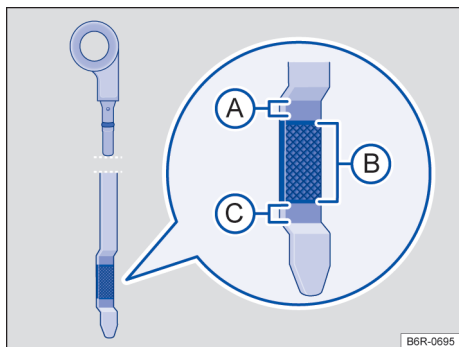
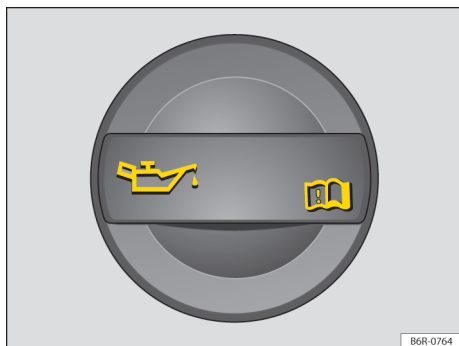

Fig. 129 Vareta de medição do óleo com marcas de nível do óleo do motor.
Fig. 130 No compartimento do motor: tampa da abertura para enchimento de óleo do motor.
4. Identificar a abertura para enchimento de óleo do motor e a vareta de medição do óleo. A abertura para enchimento do óleo do motor é identificada pelo símbolo 🛢 na tampa → Fig. 130 e pela vareta de medição do óleo com a alça colorida. Se não estiver claro onde a tampa e a vareta de medição do óleo se encontram, procurar uma Concessionária Volkswagen ou uma empresa especializada.
5. Retirar a vareta de medição do óleo do tubo-guia e limpar com um pano limpo → ①.
7. Retirar novamente a vareta de medição do óleo e ler o nível no óleo do motor na vareta de medição → Fig. 129 da seguinte maneira:
- ①: **não** completar o óleo → ①. Continuar com a etapa 15.
- ②: nível do óleo correto. O óleo pode ser completado (aproximadamente 0,5 l). Continuar com a etapa 8 ou 15.
- ③: Completar **obrigatoriamente** com óleo recomendado mantendo o nível dentro da região ②. Continuar com a etapa 8.
9. Desrosquear a tampa do bocal de enchimento de óleo do motor → Fig. 130.
12. Verificar novamente o nível do óleo do motor na vareta de medição do óleo antes de reabastecer mais uma pequena quantidade de óleo do motor. Nunca reabastecer com óleo do motor em excesso → ❶.
13. No final do processo de abastecimento do óleo, o nível do óleo do motor deve estar, ao menos, no meio da área → Fig. 129 ❷, mas jamais acima da área ❸ → ❶.
- Não ligar o motor se o nível do óleo do motor estiver acima da área → Fig. 129 ❸. Procurar auxílio técnico especializado. Caso contrário, o catalisador e o motor podem ser danificados!
O nível do óleo do motor não deve em nenhuma hipótese ultrapassar a área → Fig. 129 ❸. Com o nível acima dessa área, o óleo pode ser aspirado pela ventilação do cárter, sendo lançado na atmosfera pelo sistema de escape. Além disso, o óleo pode ser queimado dentro do catalisador, danificando-o.
Em caso de alta demanda do motor, o nível do óleo do motor deve estar o mais próximo possível da área → Fig. 129 ❸ – sem ultrapassar, como, por exemplo, em longas conduções em estrada durante o verão ou durante travessias de montanhas.